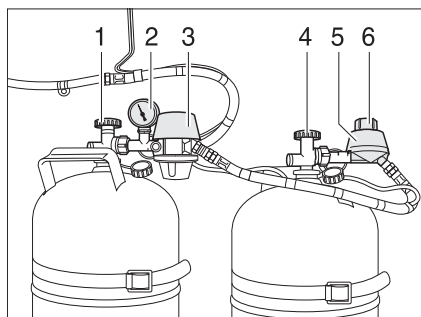
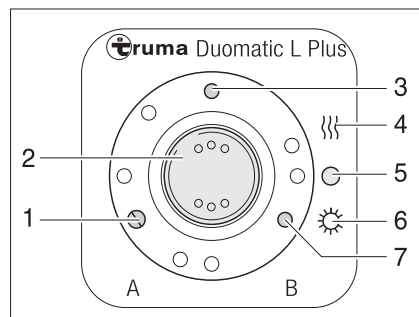

Fig. 86 Instalación de conmutación Duomatic
Fig. 87 Unidad de mando
La instalación de conmutación Duomatic se compone de un regulador central (Fig. 86,3) y de un regulador de conmutación (Fig. 86,5). Con el botón giratorio (Fig. 86,6) en el regulador de conmutación se puede determinar cuál de las bombonas de gas se usará como bombona de servicio y cuál bombona de gas como bombona de reserva.
El manómetro (Fig. 86,2) en el regulador central indica la presión en la bombona de gas, no el nivel de llenado de la bombona de gas. Con el manómetro se puede comprobar la estanqueidad de la bombona de gas.
En la unidad de mando (Fig. 87) únicamente pueden conmutarse las funciones eléctricas. Las llaves de paso principales de las bombonas de gas (Fig. 86,1 y 4) deben abrirse a mano.
- Abrir las llaves de paso principales en las bombonas de gas (Fig. 86,1 y 4).
- Con el botón giratorio (Fig. 86,6) en el regulador de conmutación (Fig. 86,5), seleccionar la bombona de gas de la cual se debe tomar el gas preferentemente (bombona de servicio).
En caso de que el botón giratorio se encuentre en la zona roja, el gas se tomará preferentemente de la bombona de gas con el regulador central (Fig. 86,3).
En caso de que el botón giratorio se encuentre en la zona verde, el gas se tomará preferentemente de la bombona de gas con el regulador de conmutación (Fig. 86,5).
- Conectar la instalación de conmutación Duomatic en la unidad de mando (Fig. 87).
Para ello, ajustar el interruptor basculante (Fig. 87,2) en modo de invierno "On y calentar" (Fig. 87,4) o en modo de verano "On" (Fig. 87,6). Los dos reguladores de presión de gas están ahora desaireados. El piloto (Fig. 87,3) se enciende.
- Poner el interruptor basculante (Fig. 87,2) en "O" (Fig. 87,5). El piloto (Fig. 87,3) se apaga.
- Cerrar las llaves de paso principales en las bombonas de gas (Fig. 86,1 y 4).
Las luces de control en la unidad de mando (Fig. 87) señalizan en el interior del vehículo si las bombonas están dispuestas para el funcionamiento.
- Luz de control "A" (Fig. 87,1): Bombona de gas en el regulador central
- Luz de control "B" (Fig. 87,7): Bombona de gas en el regulador de conmutación